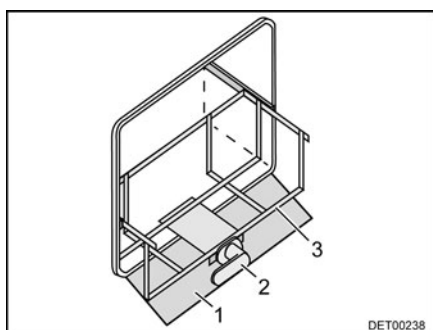

Fig. 128 Caja para bombonas de gas
- Si se dispone de una chapa protectora, plegar la chapa protectora (Fig. 128,1) hacia abajo.
- Desbloquear el carro (Fig. 128,3) a través del tirador (Fig. 128,2).
- Extraer el carro (Fig. 128,3) hasta el tope.
- Girar el tirador (Fig. 128,2) hacia atrás.
- Introducir el carro (Fig. 128,3) hasta el tope y girar el tirador (Fig. 128,2) hacia atrás.
- Si se dispone de una chapa protectora, plegar la chapa protectora (Fig. 128,1) hacia arriba.